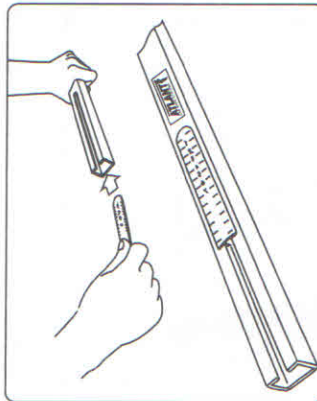

рис. 11
9. Вставьте линейку в прорезь поперечины закругленным концом вперед и шкалой наружу (рис. 11).
12. Поворотом ключа против часовой стрелки на угол 90° закройте замок крышки (рис. 11).